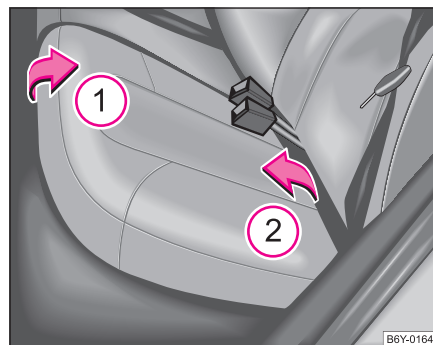

Abb. 51 Rücksitzbank vorklappen
- Rücksitzbank in Pfeilrichtung ① hochziehen ⇒ Seite 72, Abb. 51 und in Pfeilrichtung ② nach vorn klappen.